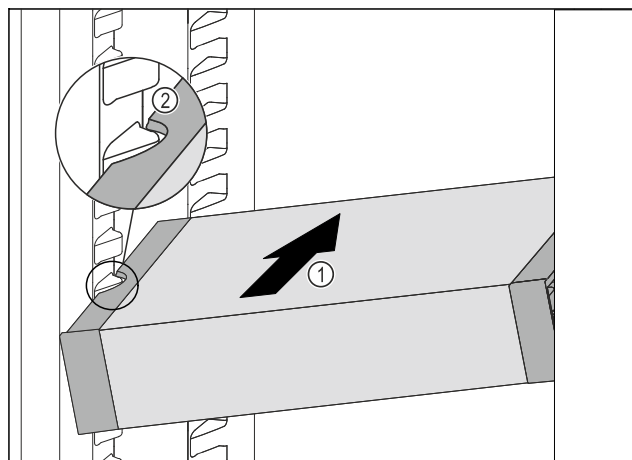

Fig. 106
- ▶ VarioSafe wsunąć ukośnie do chłodziarki Fig. 106 (1), aż boczne wycięcia Fig. 106 (2) VarioSafe będą się znajdować na wysokości żeber pojemnika w chłodziarce.